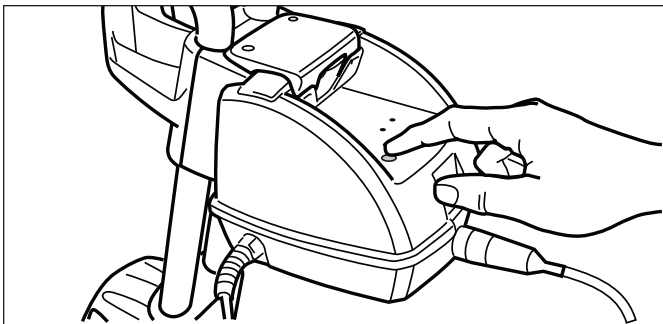

Figura 19. Encendiendo el limpiafondos
- Para iniciar el limpiafondos, pulse el botón del programa de limpieza “Ciclo I”, este ciclo de limpieza es primariamente para piscinas empotradas. Si se prefiere un ciclo alternativo, pulse “Ciclo II”. Vea la Figura 19. La luz indicadora se ilumina y el limpiafondos se encenderá después de sólo unos segundos. Cuando el limpiafondos este encendido, éste permanecerá en espera hasta que se pulse el botón de Ciclo I.